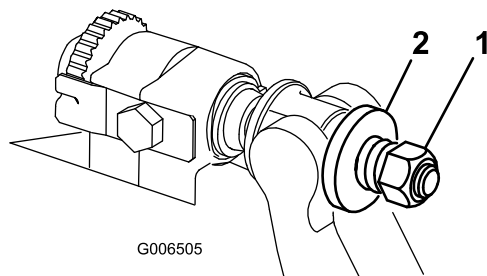

Figura 35
- Aperte a porca da mola tensora até que a mola fique recolhida; em seguida, desaperte meia volta (Figura 35).